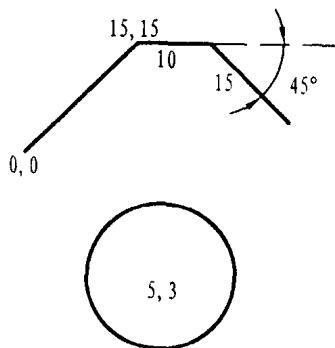

图 1-2 Auto CAD 绘图举例
(1) 非交互式软件: 如 C 语言等编程绘图软件 (被动式), 用户使用该软件时需要一定的基础知识, 一般的绘图应用人员较少采用这种软件。
(2) 交互式软件: 通用绘图软件多为交互式, 如 AutoCAD, 用户可按交互对话方式指挥计算机。这种软件简单易学, 不需要太多的其它基础知识。目前, 计算机绘图的通用软件很多, 使用方式大同小异, 这里仅以目前应用最为广泛的 AutoCAD 通用绘图软件为例, 列举几个简单例子, 如图 1-2 所示。AutoCAD 的交互方式是在提示行处于命令 (Command:) 状态时, 用户输入一个命令, 计算机即提示输入坐标点等, 例如: